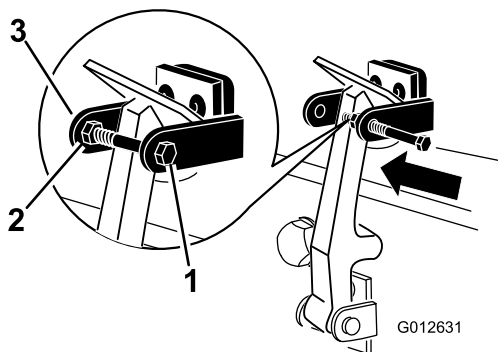

図 10
8. フードラッチブラケットのもう一つのアームにボルトを取り付けてラッチをロックする図 10。ボルトをしっかりと締め付けるが、ナットは締め付けない。